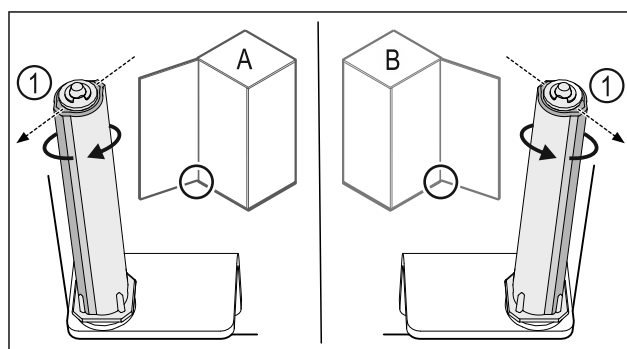

Fig. 50 Feste på venstre side (A) / feste på høyre side (B)
- Drei lukkesystemet mot motstanden til rillen på lukkesystemet Fig. 50 (1) peker utover.